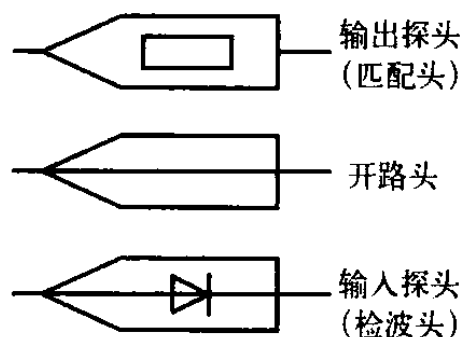

图 1-15 探头和电缆
(1) 仪器使用前的性能检查
① 探头及电缆的选择。BT-3 型频率特性测试仪附有三种探头，如图 1-15 所示。